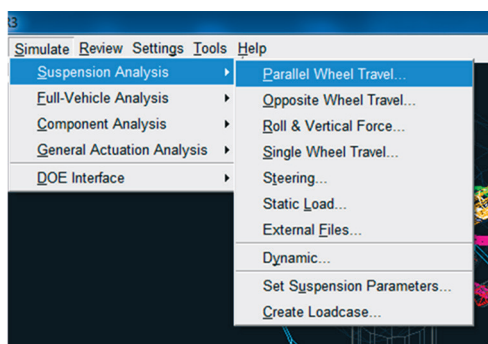

Figura 5.172 – Selecionando o tipo de simulação.
- Acesse o menu *Simulate* → *Suspension Analysis* → *Parallel Wheel Travel* (Figura 5.172).